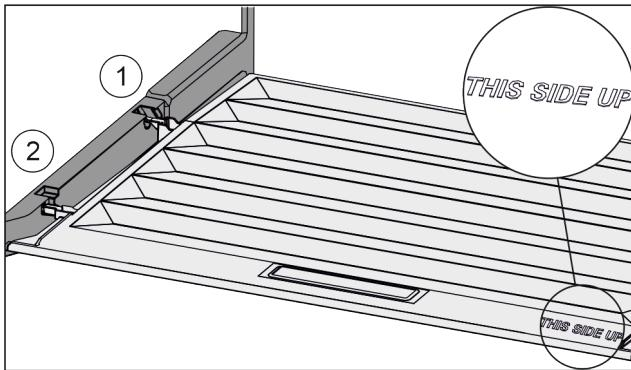

Fig. 103
- ▶ Introduceți nervura capacului prin orificiul suportului posterior Fig. 103 (1) și înclicheați-l în față în suport Fig. 103 (2).